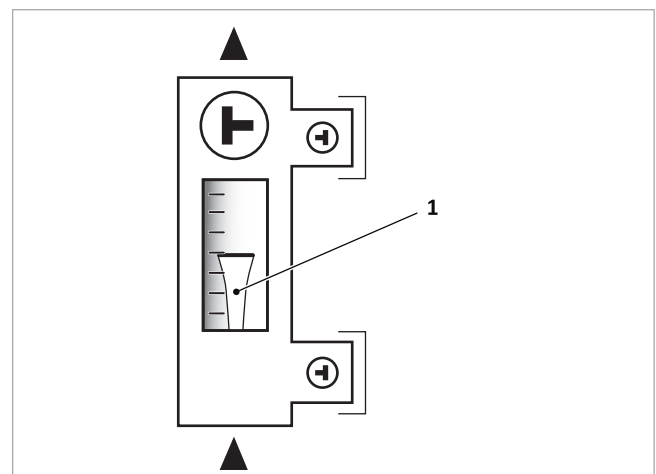

Fig. 22: lettura del flusso volumetrico nel bordo superiore del galleggiante (1)
2. Collegare il tubo flessibile di mandata della stazione di riempimento e spurgo (SBS) alla valvola KFE (6) del misuratore di portata, aprire la valvola KFE.
3. Inserire la pompa per lo spurgo e spurgare: SBS => Valvola KFE (6) => Pompa primaria => Campo del collettore => SÜS fino a Valvola KFE (5) => SBS
5. Continuare lo sfiato del circuito solare generando e scaricando la pressione. A tal fine chiudere e aprire da due a massimo tre volte la valvola KFE (5).
6. Quando il Tyfocor fuoriesce senza bolle, chiudere la valvola KFE (5) e aumentare la pressione dell'impianto a 4 bar.
7. Chiudere la valvola KFE (6) e disinserire la pompa della SBS. Controllare la tenuta dell'impianto.
8. Sfiatare l'intercettazione aria (7).
9. Aprire completamente la valvola a cappuccio (3).
10. Impostare la pressione dell'impianto attraverso la lenta apertura della valvola KFE (5) come la pressione di esercizio calcolata. Regola generale: Pressione d'ingresso MAG + 0,3 bar.
11. Commutare il misuratore di portata in posizione di flusso (cfr. → fig. 22, pag. 18), chiudere le valvole KFE (5) e (6), rimuovere la SBS e avvitare i coperchi.